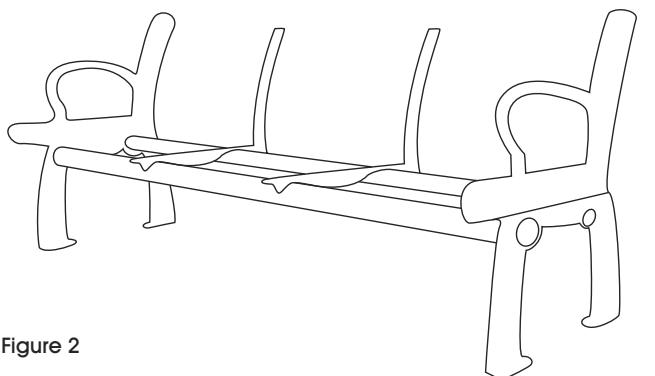

Figure 2
3. Placez les renforts à distance égale sur les tiges de support transversal. (Voir Figure 2)